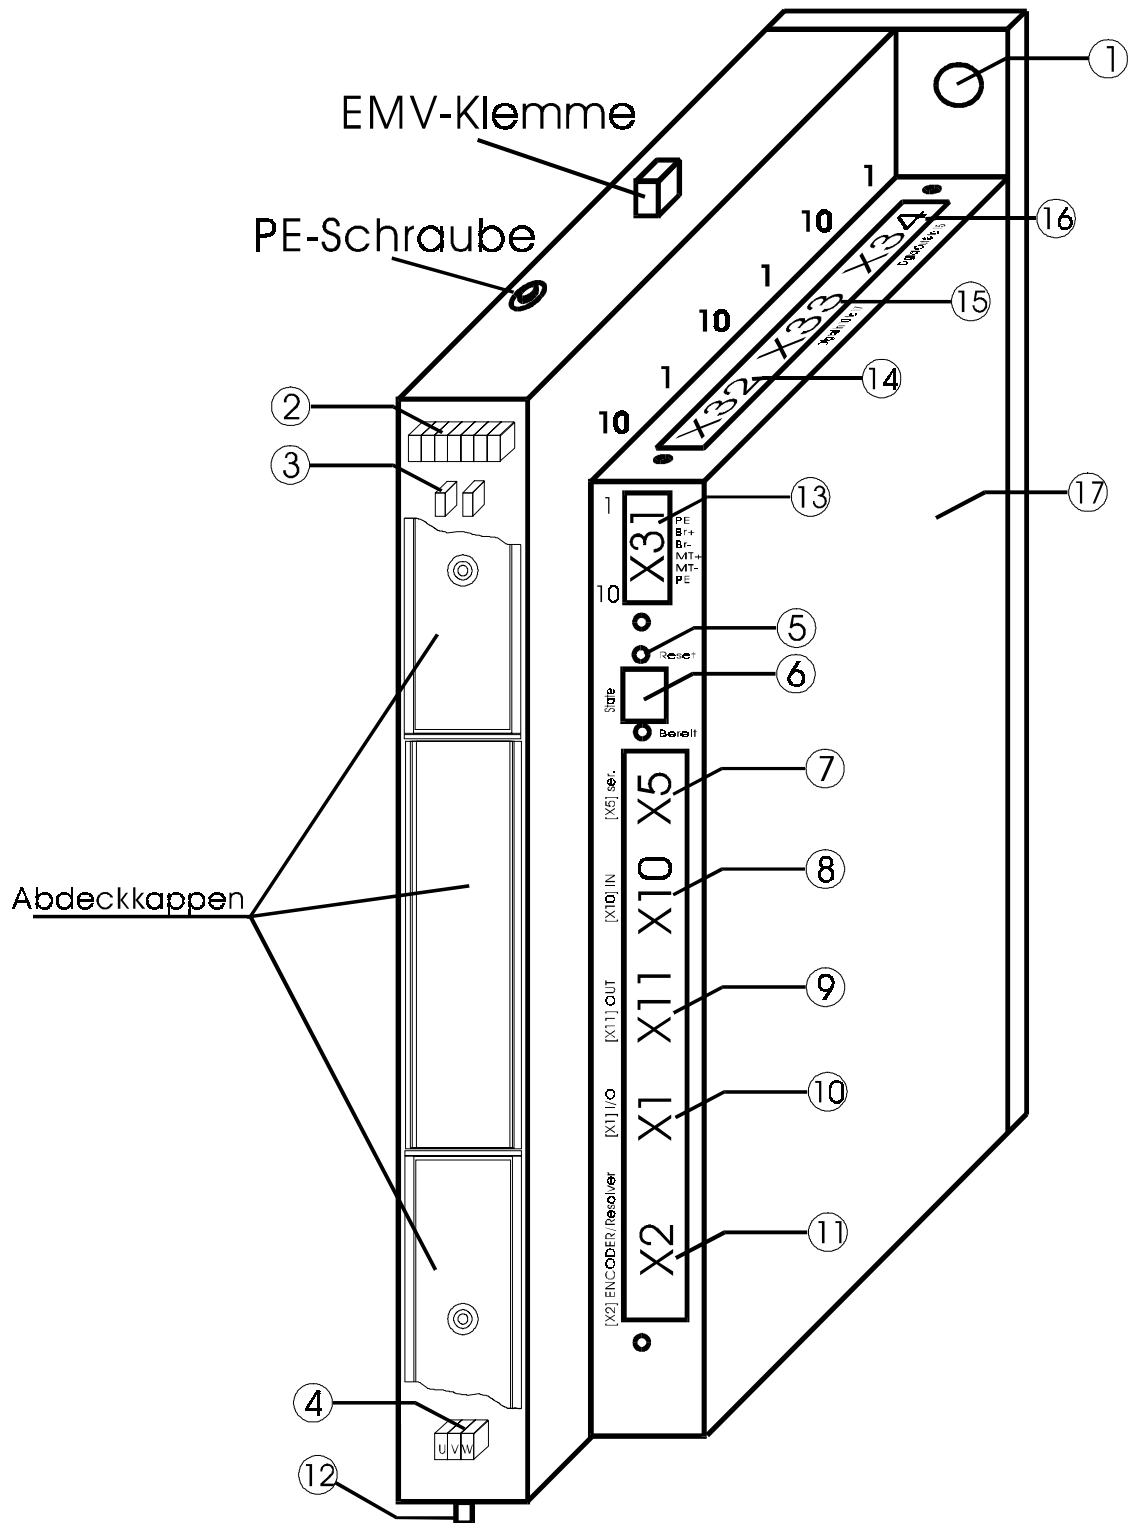

Bild 4.1: Vorderansicht MDR 400/12-24 und MDR 400/20-35
4.2.1. Klemmenleiste für Netz- und Motoranschluß (Siehe Bild 4.1)
Klemmenleiste für den Anschluß eines externen Bremswiderstands:(Siehe Bild 4.1)
4.2.2. Klemmenleiste für Motoranschluß (Siehe Bild 4.1)